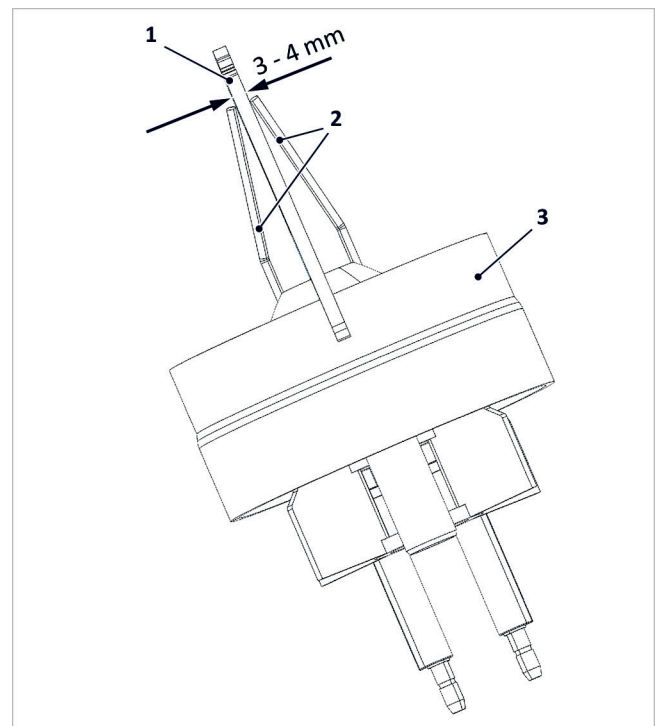

Fig. 145: Comprobar la distancia de los electrodos de encendido
3. Controle la distancia de los electrodos tal y como se muestra en la ➔ *fig. 145* y, en caso necesario, corríjala doblándolos.